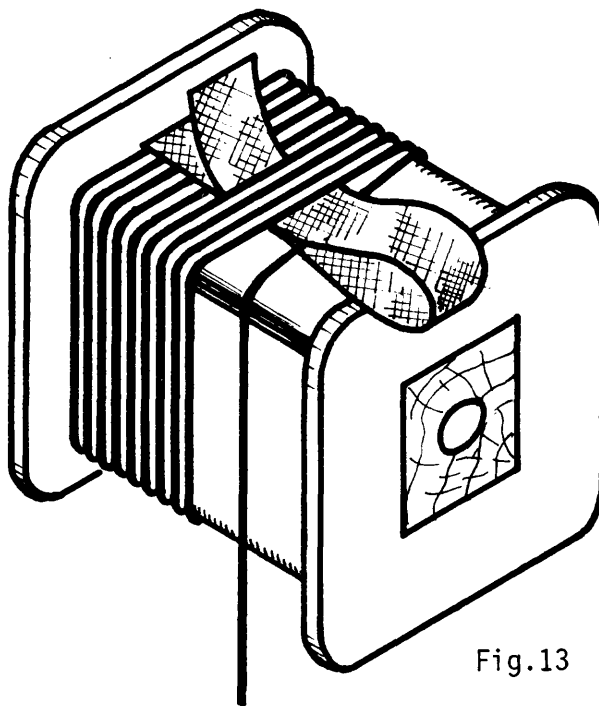

Fig.13
- b Coloque un trozo de cinta de algodón doblado sobre la bobina, dejando un bucle (fig.13).
e Pase el alambre por el bucle de la cinta (fig.13).